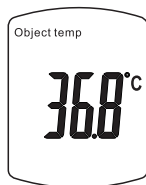

図 8.2
- 測定モード切替スイッチを [温度] に設定すると、物体表面温度測定モードに切り替わります。(図 8.2)